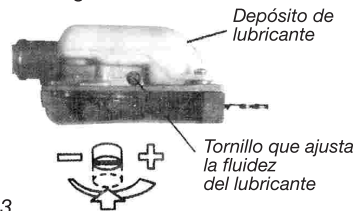

Imagen 23
2. Apoye el aparato sobre su lateral de manera que el depósito de aceite esté orientado hacia arriba. Ver Imagen 23.